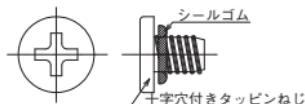

図85 切管用挿し口リング(継ぎ輪用)およびタッピングねじ
(1) 部品の確認
- ① 切管用挿し口リング(継ぎ輪用)(図85(a))のねじ穴位置にOリング(2ヶ所)が付いていること、および異物の付着がないことを確認する。Oリングが外れている場合は、シアノアクリレート系接着剤で取り付ける。
- ② 十字穴付タッピンねじ(図85(b))にシールゴムがついていることを確認する。